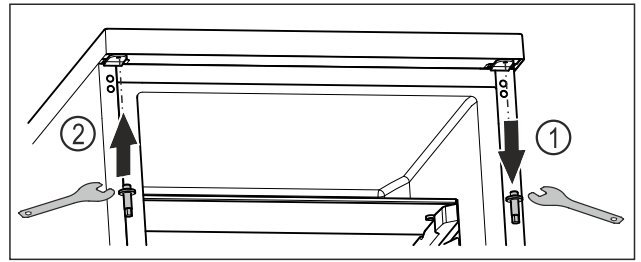

Fig. 19
- ▶ Відкрутіть верхній болт за допомогою шестигранного ключа. Fig. 19 (1)
- ▶ Затягніть болт із протилежного боку за допомогою шестигранного ключа. Fig. 19 (2)